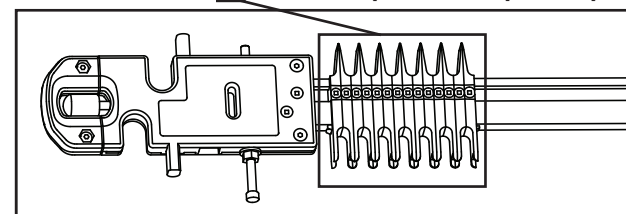

Fig. D3
REMARQUE : Pour les doigts ajustables miniatures, les doigts montrés en (D), Fig. D3, sont les doigts appropriés pour faire des queues d'aronde transversales.